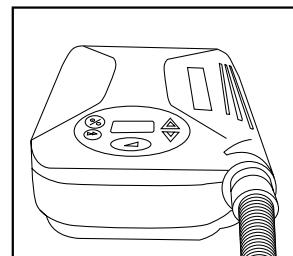

Abbildung 6
- Verbinden Sie den 3 m langen Schlauch mit einem Durchmesser von 22 mm mit dem Austrittsanschluss, der sich vorn am Gerät befindet (**Abbildung 6**). Dies ist der Anschluss, von dem aus die Luftversorgung durch das CPAP-Gerät erfolgt.